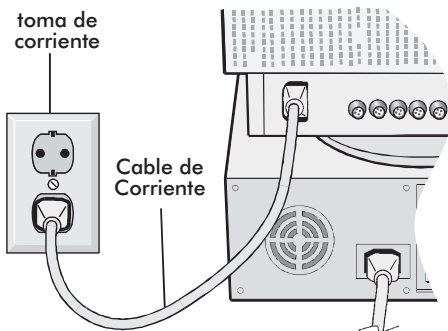

Figura D.1
4. Conecte uno de los extremos del cable de corriente al monitor MultiSync Series FP y el otro extremo a una toma de corriente (Figura D.1).